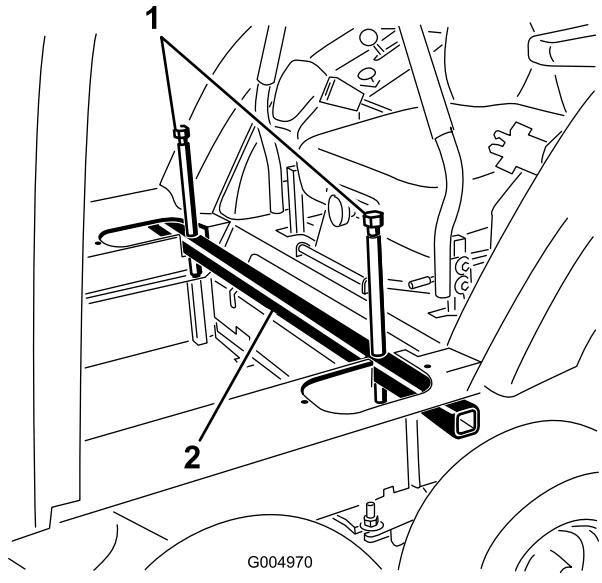

Bild 116
39. Lösen Sie die Wagenheberschrauben und nehmen das Wagenheberrohr der Kabine aus den Ausschnitten im Kabinenboden heraus (Bild 116).